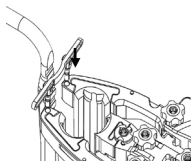

Abbildung 19
- Sobald sie sich in der gewünschten Position befindet, fügen Sie die **zusätzliche 4. Klinsenquerstange** (ML-0901) in die Schlitze an der distalen Spitze des **Retraktorrahmens** ein (Abbildung 19).